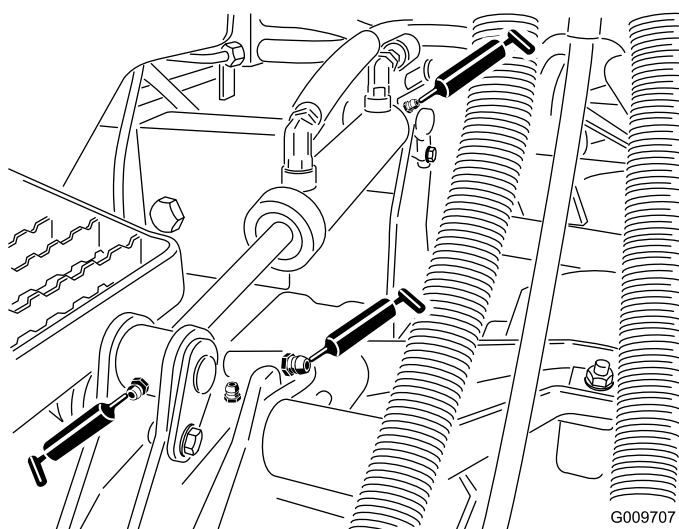

Figura 20
- Casquillos de los brazos de elevación (1Figura 20 por carcasa) ().
- Casquillos de los cilindros de elevación (2Figura 20 por carcasa) ().